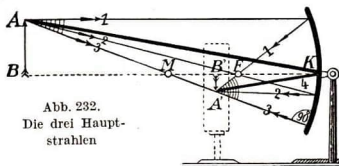

Abb. 232.
6. Die **Bildgröße** kann man **rechnerisch** bestimmen, wenn man in Abb. 232 noch den **Scheitelstrahl**  $AKA'$  einzeichnet. Dadurch entstehen die zwei ähnlichen Dreiecke  $ABK$  und  $A'B'K$ . Aus diesen folgt  $AB : A'B' = BK : B'K = a : b$ ; d. h.